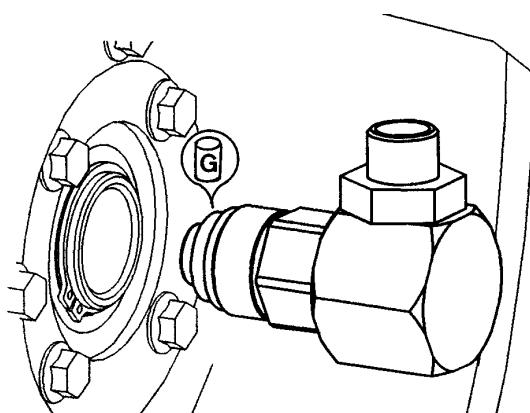

Fig. 10
3. Lubricate the V-seal, insert it and assemble the new swivel (figure 10).
3. Lubrifier le collier, le remettre à sa position initiale et monter la nouvelle rotule. (voir Figure 10).
3. Die V-Dichtung schmieren, einsetzen und das neue Gelenk einbauen (Bild 10).